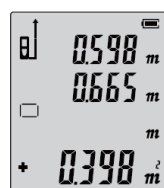

Рис.2
5.3.2. Натисніть  , а потім виконати вимір другої поверхні, як показано на рис. 2.